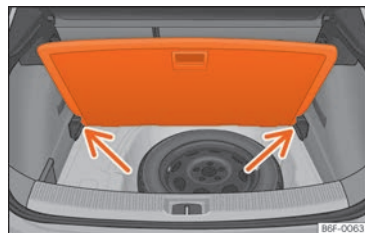

Abb. 145 Variabler Gepäckraumboden: geneigte Stellung.
- Legen Sie den Gepäckraumboden auf die dafür vorgesehenen Aufnahmen »» (Abb. 145) (Pfeile).